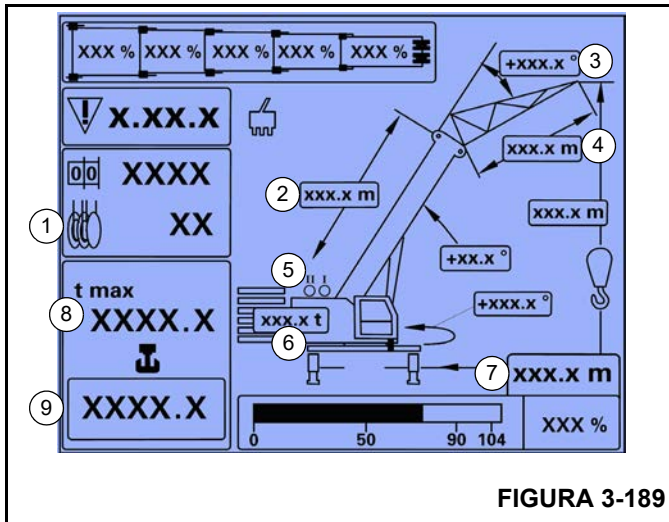

FIGURA 3-189
Depois de inserir as informações acima no RCL, verifique se os seguintes valores apresentados correspondem à configuração de movimentação real do guindaste (Figura 3-189) no submenu de monitoramento, *Submenu de monitoramento do RCL*, página 3-94:
Quando as seções telescópicas são estendidas/retraídas para um comprimento fixo durante a operação com jib oscilante, o RCL muda o valor atual conforme determinado pela tabela de carga e exibe o valor da carga máxima (8) (Figura 3-189).